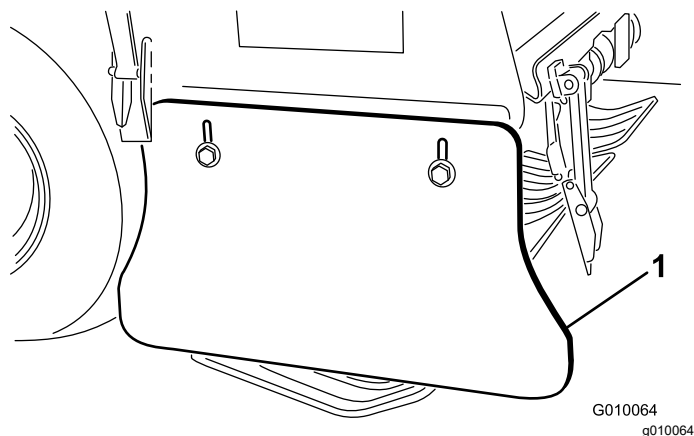

Bild 183
2. Lösen Sie die Kopfschrauben und Sicherungsbundmuttern, mit denen die Seitenabdeckung am Aerifizierkopfrahmen befestigt ist (Bild 183).